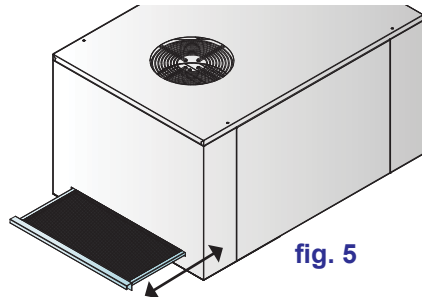

fig. 5
- Se la macchina è dotata di Recuperatore Termico con pompa di calore, pulire il filtro estraibile (vedi fig. 5).